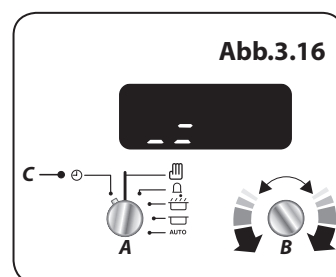

Abb.3.16
Zum Einstellen des Alarmtons, lassen Sie den Einstellknopf (B) los und drehen Sie ihn gegen den Uhrzeigersinn (**Abb.3.16**). Der Alarnton hat sich nun geändert. Wiederholen Sie diese Schritte, bis der gewünschte Alarnton eingestellt ist.